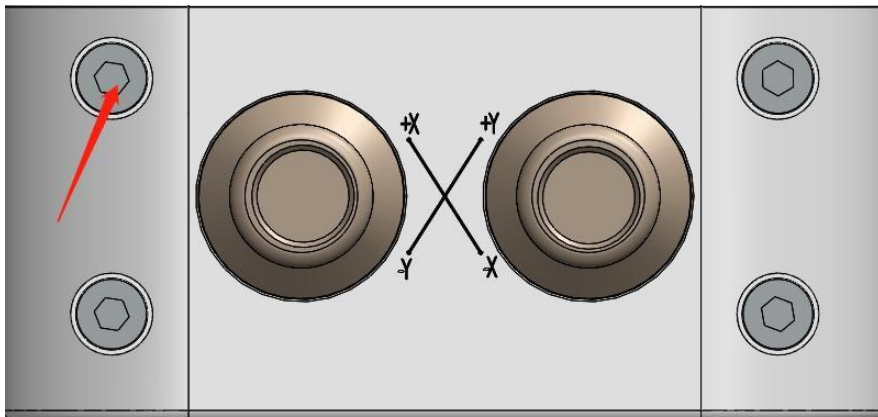

图4.7
- ① 如下图4.7所示，使用内六角扳手松掉 4 颗 M4×16 的内六角防脱螺钉，取出聚焦镜座。